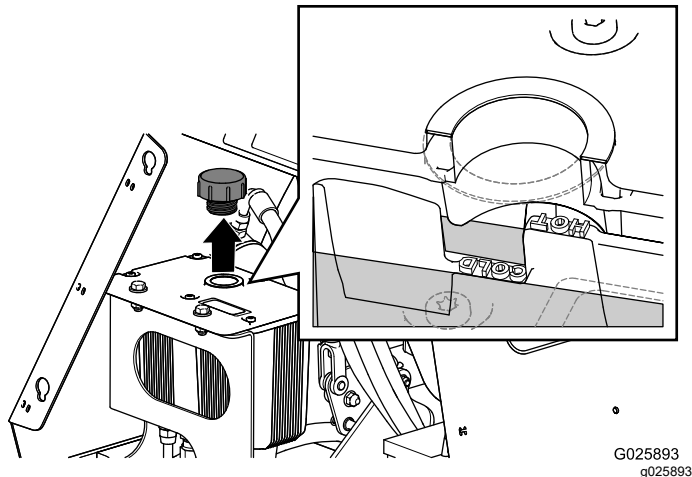

Figure 52
5. Nettoyez la surface autour du bouchon du réservoir hydraulique (Figure 52).
6. Enlevez le bouchon et contrôlez le niveau de liquide hydraulique dans le réservoir (Figure 52).
7. Au besoin, faites l'appoint de liquide hydraulique spécifié jusqu'à ce que l'huile couvre le repère **COLD** sur la chicane (Figure 52).
8. Remettez le bouchon du réservoir hydraulique et serrez-le bien à la main (Figure 52).